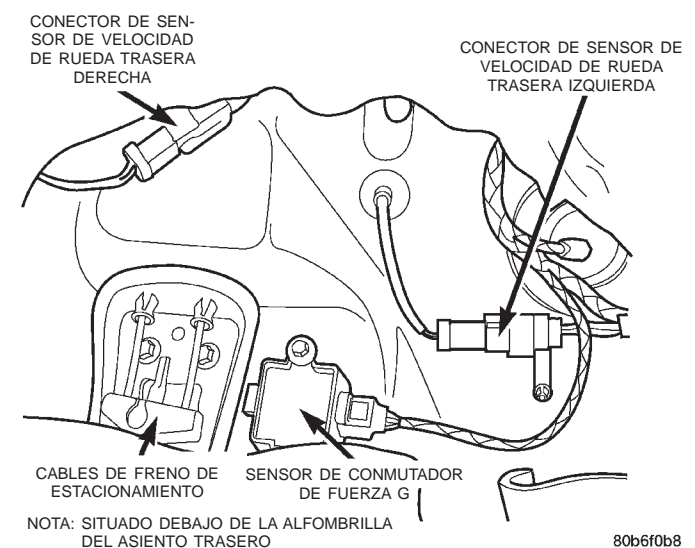

Fig. 11 Conector de sensor trasero
- (1) Levante y pliegue el asiento trasero hacia adelante. Luego coloque la alfombra a un lado para tener acceso a los conectores del sensor trasero.
- (2) Desconecte los cables del sensor trasero en los conectores de mazos (Fig. 11).